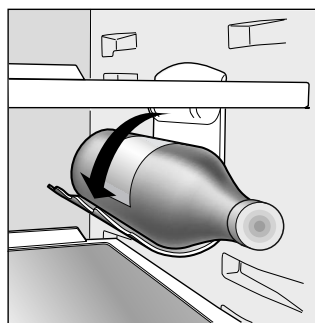
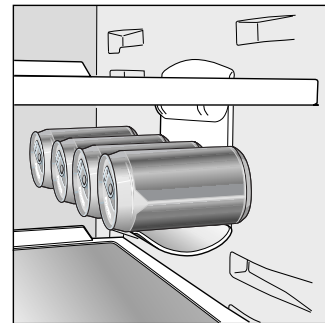

Рис. 3
Рис. 4
Боковая откидная полка для бутылок (N) может использоваться для горизонтального хранения любой бутылки (Рис. 3) или нескольких (2-4-х) консервных банок (Рис. 4). Если полка не используется, ее можно закрыть, освободив место в холодильнике.